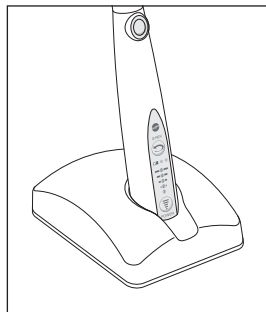

図 6
- 2) ハンドピースをスタンドに図 6 の向きで挿し込みます。